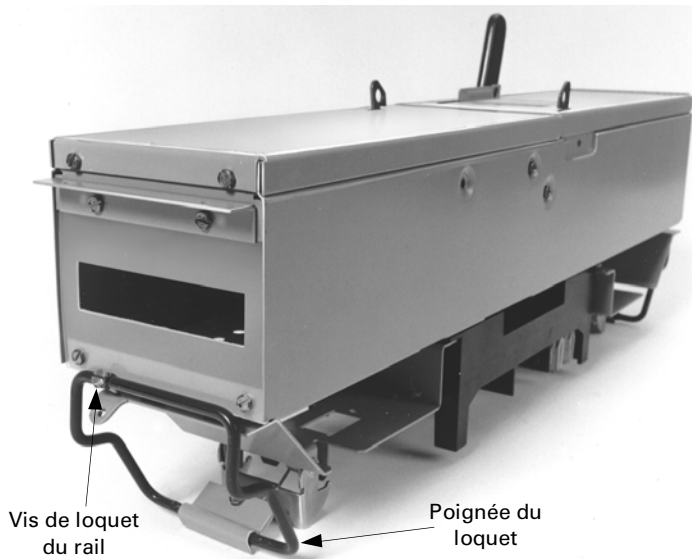

Figure 1. Pour retirer l'interrupteur de l'équipement.
1. **Retirer l'interrupteur.** Relâcher les vis du loquet de rail et retirer l'interrupteur en tirant par le haut sur les poignées du loquet tout en tirant le dispositif de l'équipement, comme montré à la Figure 1.